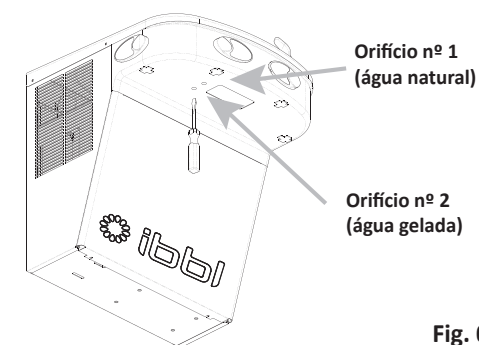

Fig. 07
1. Inicie a regulagem posicionando a chave de fenda no orifício nº 2 localizado na parte de baixo do purificador (como mostra a Fig.07) e posicione a chave em uma fenda existente no regulador.